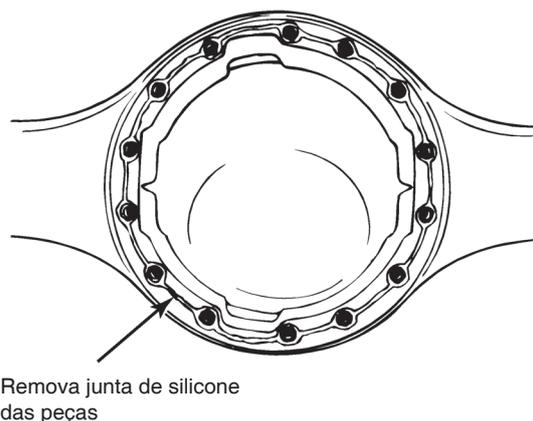

Figura 4.8
4. Limpe as peças e aplique nova junta de silicone quando necessário enquanto o eixo estiver sendo remontado. Figura 4.8.